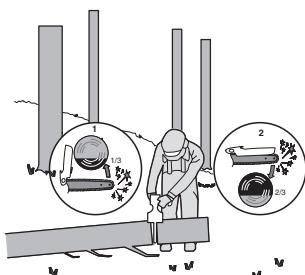

Abbildung 3
Wenn der Baumstamm gemäß Abbildung 3 an einem Ende abgestützt ist, schneiden Sie ein Drittel des Stammdurchmessers von unten ein (Rückhandschritt) (1). Führen Sie anschließend den endgültigen Schnitt im Vorhandschnitt durch (2), um auf den ersten zu treffen.